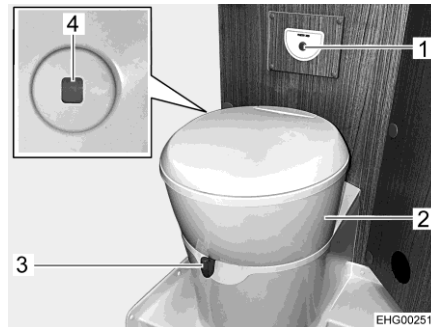

Bild 104 Toalett
Toalettskålen kan vridas till önskad position. Ta tag i toalettens överdel (Bild 104,2) med händerna och vrid.
Kontrollenheten med spolknappen (Bild 104,1) är placerad i närheten av toalettskålen.
- Öppna spjället på toaletten före spolning. Skjut för detta spjällspaken (Bild 104,3) moturs.
- För att spola, tryck på den blå spolknappen (Bild 104,1).
- Nivåindikeringen (Bild 104,4) ändrar färg från grönt till rött när latrintanken måste tömmas.